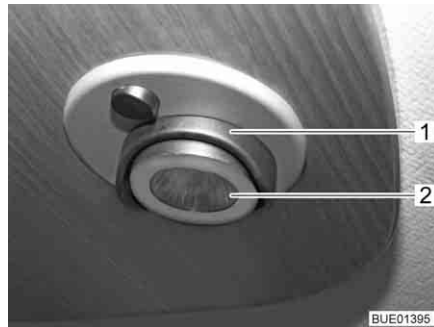

Fig. 217 Lampe halogène encastrée
Lampe halogène encastrée (Fig. 217,1) est incorporée dans le cache.
- Soulever prudemment le couvercle (Fig. 217,2) avec un outil approprié (p. ex. tournevis) et le retirer.